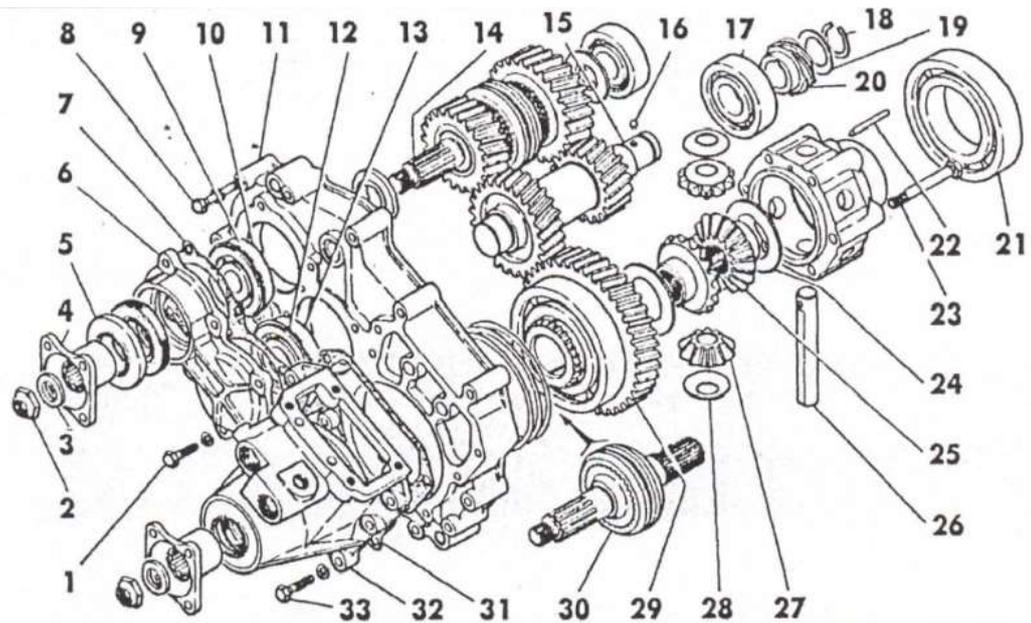

Рис.6.11 Детали переднего картера раздаточной коробки:
- раскертить и отвернуть гайки поз. 2 (рис. 6.11) фланцев, снять шайбы поз. 3 и фланцы поз. 4;